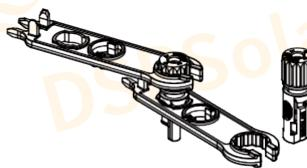

Imagen 3.5: conector con tuerca ciega atornillada
C) Inserte el pin de contacto en la parte superior del conector y atornille la tuerca de sombrerete a la parte superior del conector. (como se muestra en la imagen 3.5).